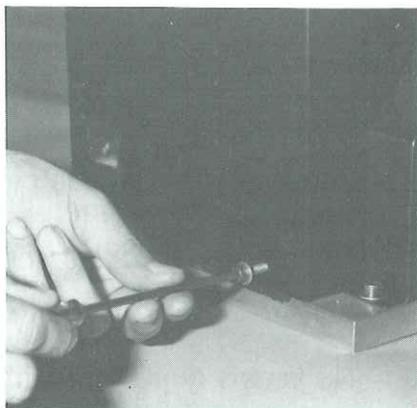

Fig. 17
- 1 - Déposer le carter de protection du moteur en déposant les 4 vis de fixation A (voir fig. 17). Soulever le carter verticalement pour le dégager complètement en prenant soin de ne pas abîmer les connexions électriques du moteur.